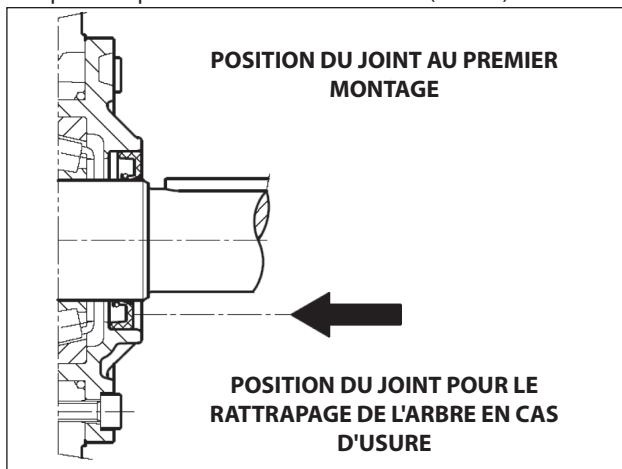

Fig. 7
S'il s'avère nécessaire de remplacer le joint, placer le nouveau en utilisant l'outil approprié (réf. 27904500) comme le montre la Fig. 7.
**Si l'arbre de la pompe présente une usure diamétrale dans la zone de contact avec la lèvres d'étanchéité, afin d'éviter l'opération de rattrapage, il est possible de repositionner le joint en butée avec le couvercle, comme l'indique la Fig. 7.**